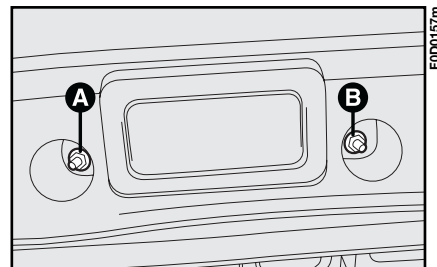

fig. 24
1) svitare i due dadi **A**-fig. 24 posti internamente al veicolo, a fianco della plafoniera posteriore;